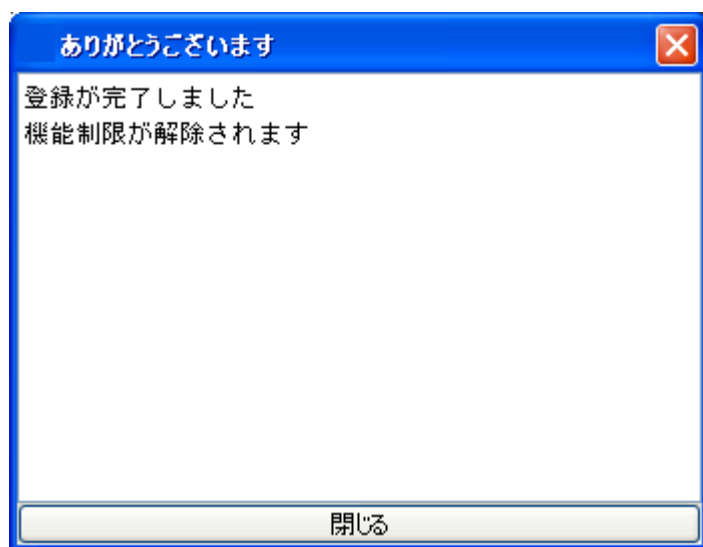

図 4-6 登録完了画面(機能制限の解除)
(10)図 4-6 の画面が表示され,フル機能版として利用可能となります。